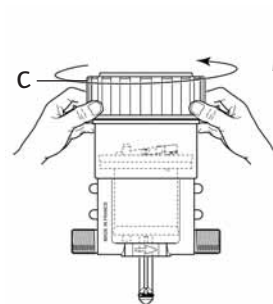

Fig. 20
- Dévisser le couvercle à la main (Fig. 20-C) et le retirer.